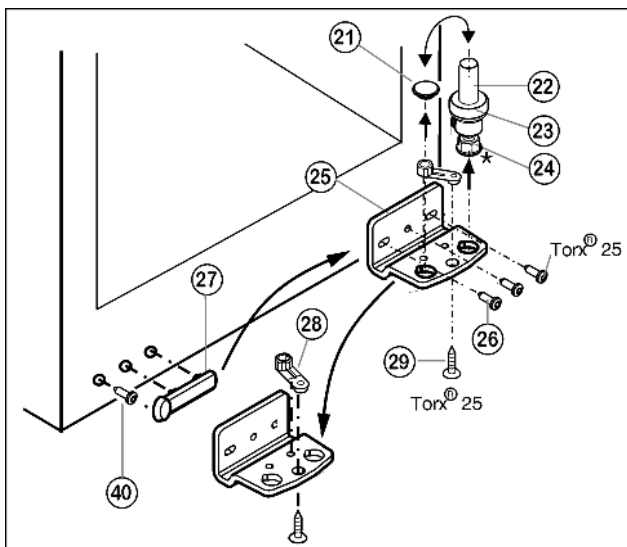

Fig. 5
- ▶ Извлеките опорный винт Fig. 5 (22) в комплекте с шайбой Fig. 5 (23) и регулируемой опорой* Fig. 5 (24), вытягивая его вверх.
- ▶ Снимите пробку Fig. 5 (21).
- ▶ Открутите Fig. 5 (26) опорный кронштейн Fig. 5 (25).
- ▶ Открутите Fig. 5 (29) опорную деталь Fig. 5 (28) и, переставив в отверстие на противоположной стороне опорного кронштейна, снова прикрутите.
- ▶ Осторожно снимите и переставьте на противоположную сторону крышку со стороны ручки Fig. 5 (27) и винт ().
- ▶ Снова прикрутите опорный кронштейн Fig. 5 (25) на новой стороне шарнира (с моментом 4 Нм). При необходимости используйте аккумуляторный шуруповерт.
- ▶ Переставьте пробку Fig. 5 (21) в свободное отверстие.
- ▶ Вновь установите опорный винт Fig. 5 (22) в комплекте с шайбой и регулируемой опорой*. При этом фиксатор должен быть направлен назад.
- ▶ Установите дверцу сверху на нижний опорный палец Fig. 5 (22).
- ▶ При необходимости выровняйте дверцу через два продольных паза в нижнем опорном кронштейне Fig. 5 (25) параллельно корпусу устройства. Для этого выкрутите средний винт.